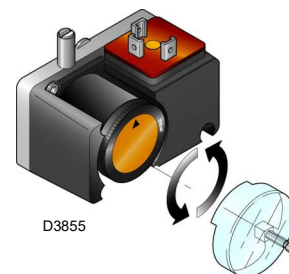

Abb. 38
- Stellen Sie den Minimal-Öldruckwächter (Abb. 38 auf Seite 34) auf den Skalenanfangswert ein.
Der Zweck des Gas-Mindestdruckwächters ist es, zu verhindern, dass der Brenner aufgrund eines zu niedrigen Gasdrucks nicht wie vorgesehen arbeitet. Den Gas-Mindestdruckwächter (Abb. 38) nach erfolgter Einstellung des Brenners, der Gasventile und des Stabilisators der Gasarmatur einstellen.